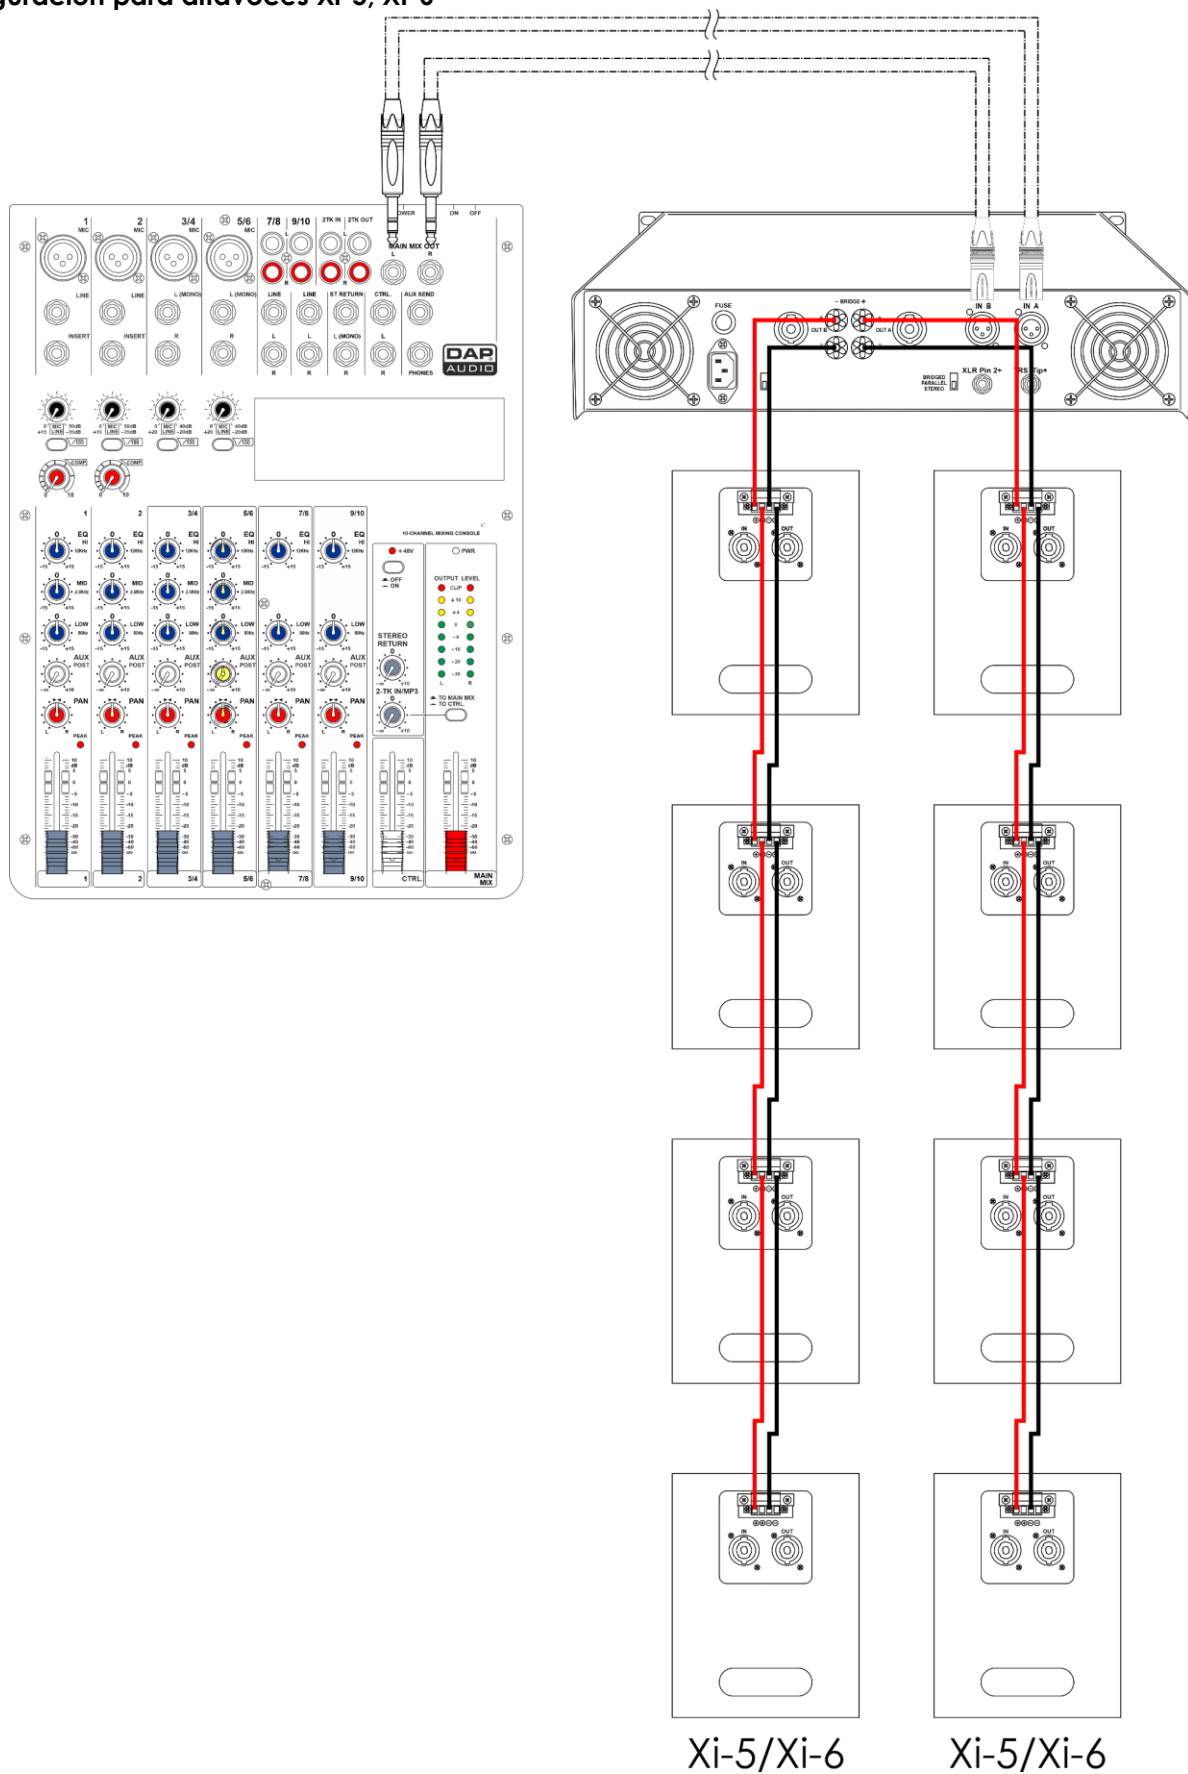
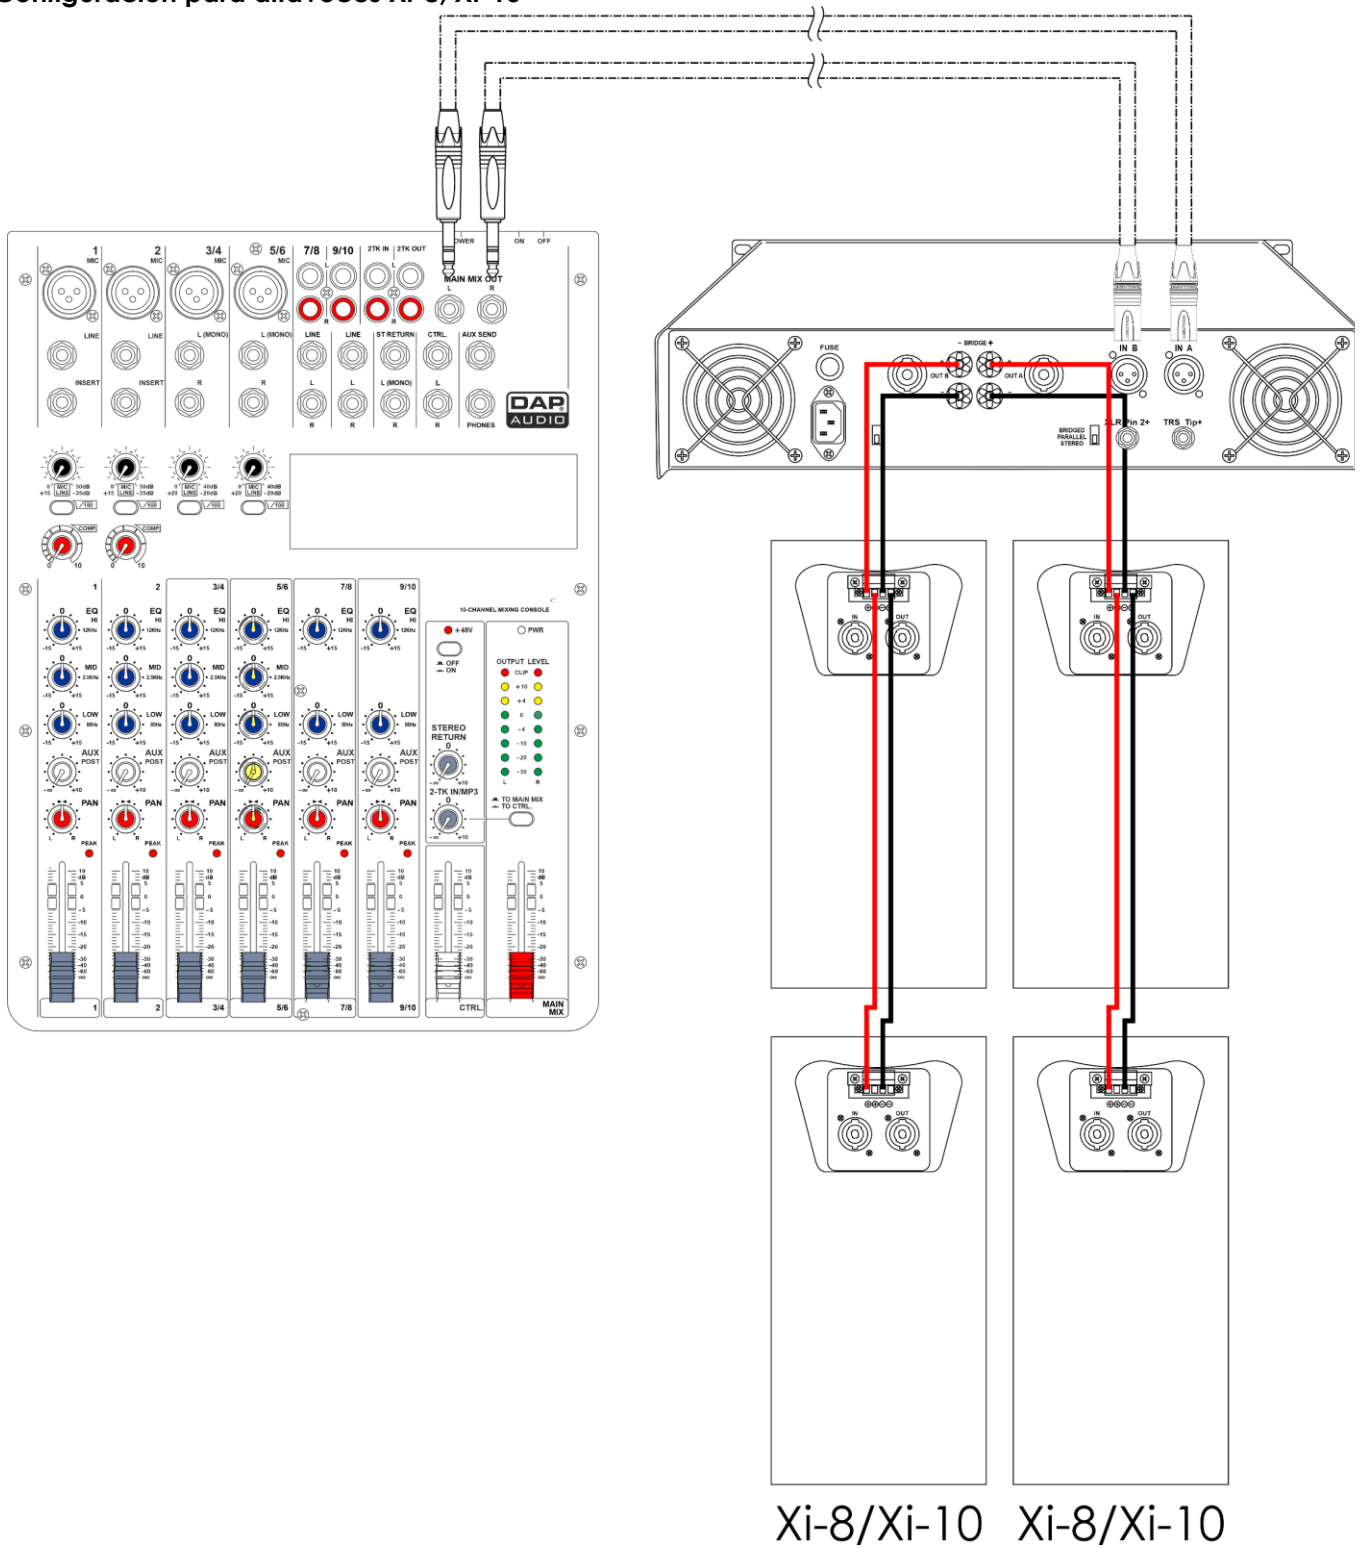

Fig. 06
Fig. 07
- Con conectores Phoenix de terminales. Véase las Fig. 06. y Fig. 07 de las páginas 11–12 para obtener más información.